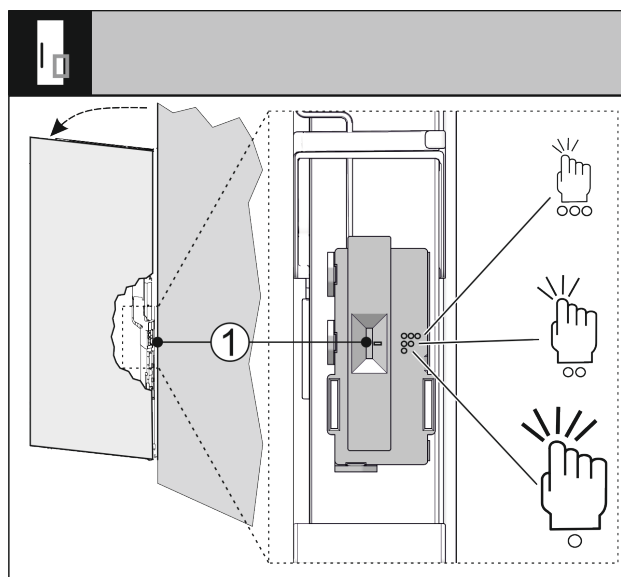

Fig. 71
您可以通过开关 Fig. 71 (1) 设置敲门传感器的灵敏度。该开关位于铰链侧门的下三分之一处。
- 将开关 Fig. 71 (1) 移到所需位置。